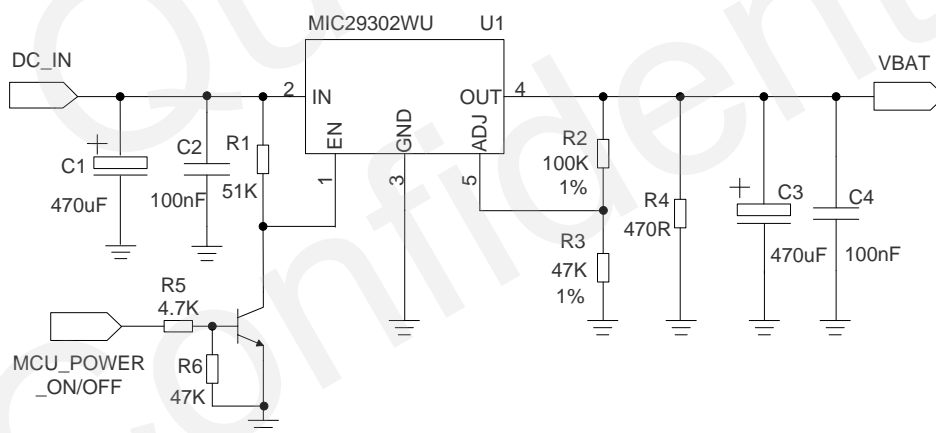

图 5: 供电输入参考设计
2. 模块带充电功能，如果客户使用图5的方式设计电源，需要在软件中关闭充电功能，或者在VBAT通路上串接肖特基二极管，防止电流反向流入电源芯片。